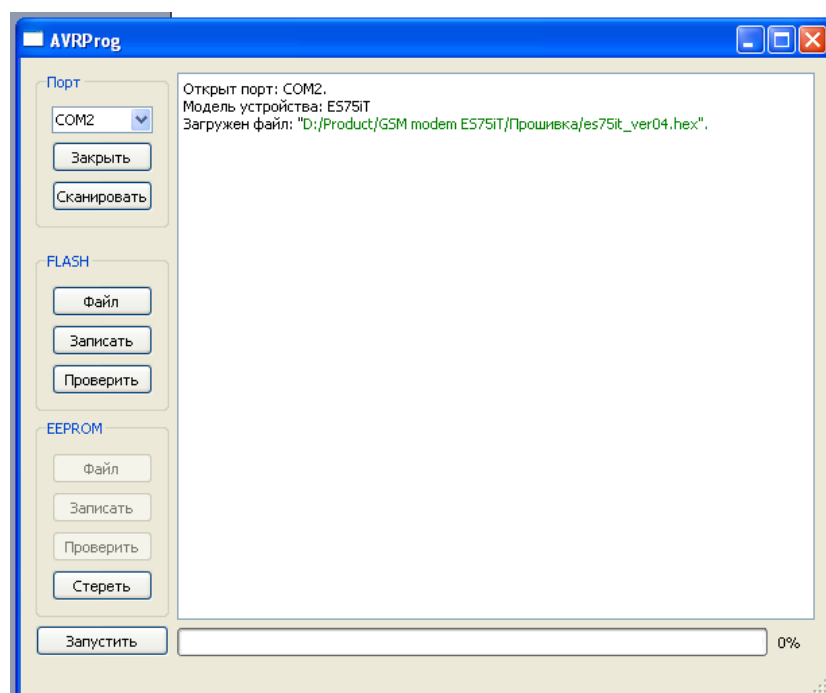

Рис.5
5. Выберите файл новой прошивки. Путь и название файла отобразится в окне программы (рис.5).